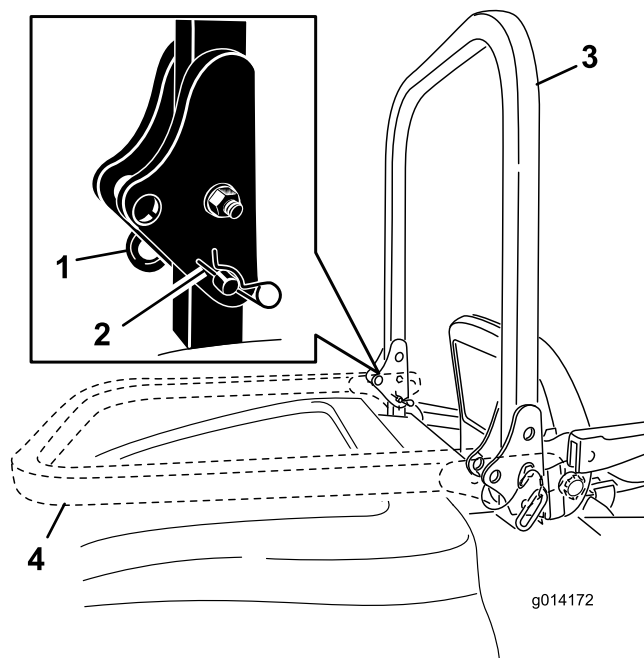

Bild 10
1. Nehmen Sie zum Absenken des Überrollbügels die Splints ab, drücken Sie den Überrollbügel nach vorne gegen die Federn und nehmen Sie die beiden Stifte ab (Bild 10).
2. Senken Sie den Überrollbügel ab (Bild 10).
3. Setzen Sie die zwei Stifte ein und befestigen Sie diese mit den zwei Splints (Bild 10).
4. Nehmen Sie zum Aufrichten des Überrollbügels die Splints ab und entfernen Sie die beiden Stifte (Bild 10).
5. Richten Sie den Überrollbügel ganz auf und setzen Sie die beiden Stifte ein. Befestigen Sie die Stifte mit den Splints (Bild 10).